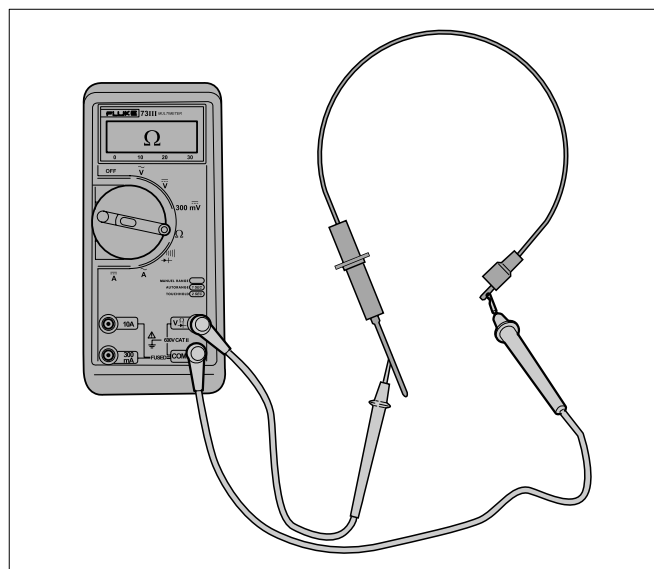

Fig. 37 Măsurarea electrodului de ionizare referitor la rezistență
- Măsurați electrodul de ionizare referitor la rezistență (vezi Fig. 37). Rezistența trebuie să fie de 0 Ohm.